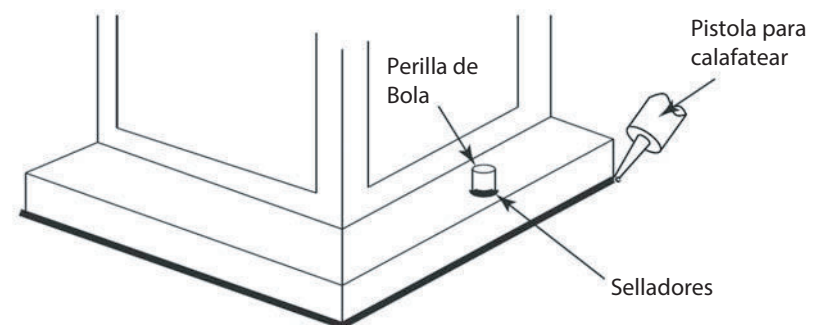

Figura 2
1. Conecte el cable de alimentación positiva (A) (normalmente negro el lado no marcado suave del cable de dos conductores) de plomo accesorio positivo (B) con un giro de tamaño apropiately conector - Véase la Figura 2 y 3.
2. Conecte el cable de alimentación negativa (C) (por lo general de color blanco o el lado marcado estriado del cable de dos conductores) de plomo accesorio negativo (D).
Loop alambre de tierra (E) (generalmente de cobre o verde recubierto de plástico) debajo de la cabeza del tornillo de tierra (S) en la brida de montaje accesorio (M) y conectar con el extremo suelto del cable de tierra luminaria directamente al cable de tierra del sistema de construcción con un tamaño adecuado twist-conectores - Véase la Figura 2.
Después asegurar fijo en su lugar, se recomienda que la distancia entre la parte superior y la base de montaje del accesorio se sellará con cualquier buen masilla impermeable de calidad o sellador de silicona (no incluido). También se recomienda que una pequeña capa de madilla o sellador de ser sometidos a los mandos de bolas utilizadas para montar accesorio – Véase la Figura 2.